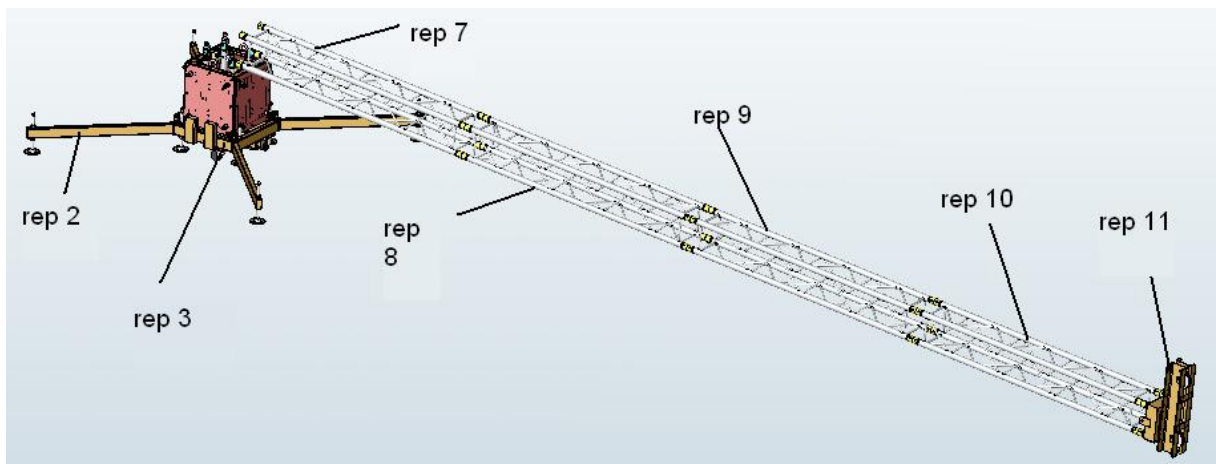
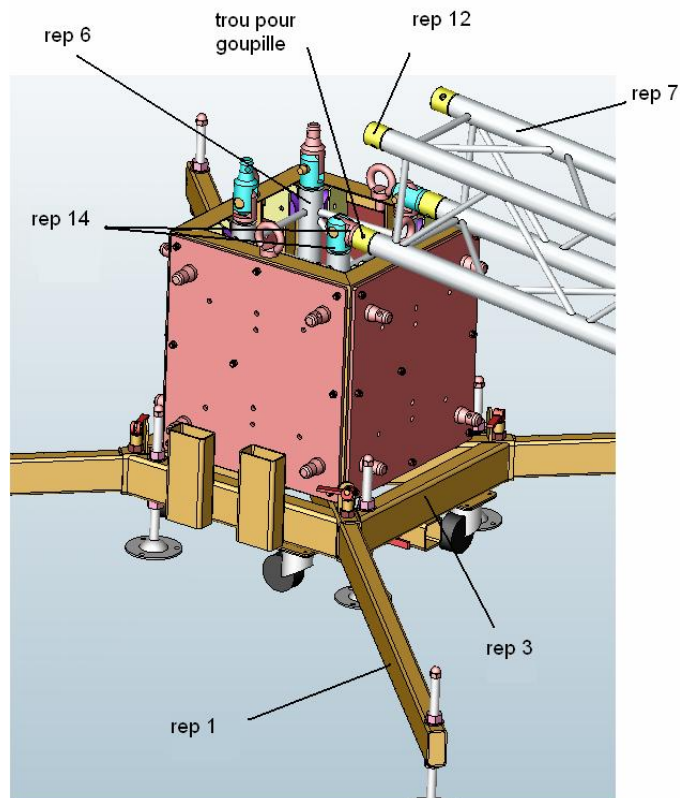

fig.7
fig.8
a) Placer l'ensemble des mâts sur le chariot élévateur (fig.7), de sorte à pouvoir assembler, dans un premier temps, les charnières du mât 1 (rep 6) et les manchons femelles (rep 12) du mât 2 (rep 7), (fig.8).
b) Fixer les charnières (rep 14) du mât 1 (rep 6) avec les manchons mâles (rep 12) du mât 2 (rep 7) à l'aide d'une goupille de sécurité en la plaçant dans le trou prévu à cet effet (fig.8).